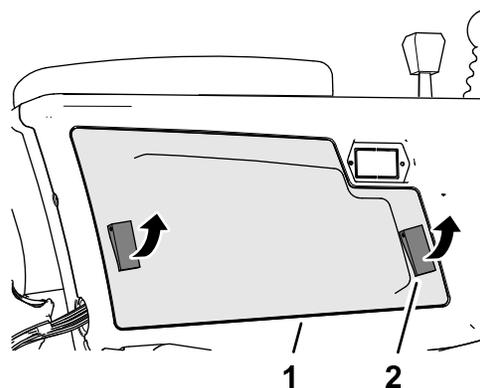

Рисунок 97
- Откройте 2 защелки, которые крепят крышку рычага управления к рычагу управления, и снимите крышку (Рисунок 97).